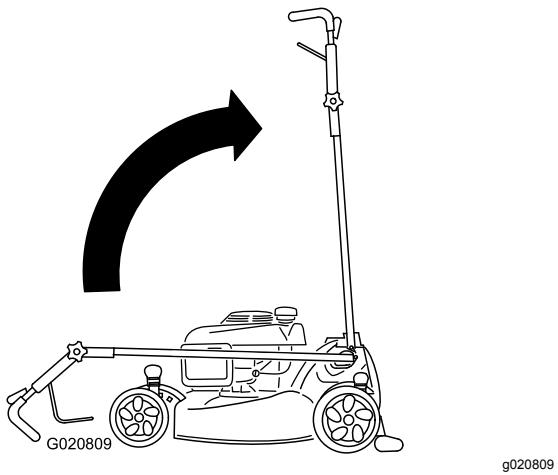

Figure 39
2. Amenez le guidon à la position verticale (Figure 39).